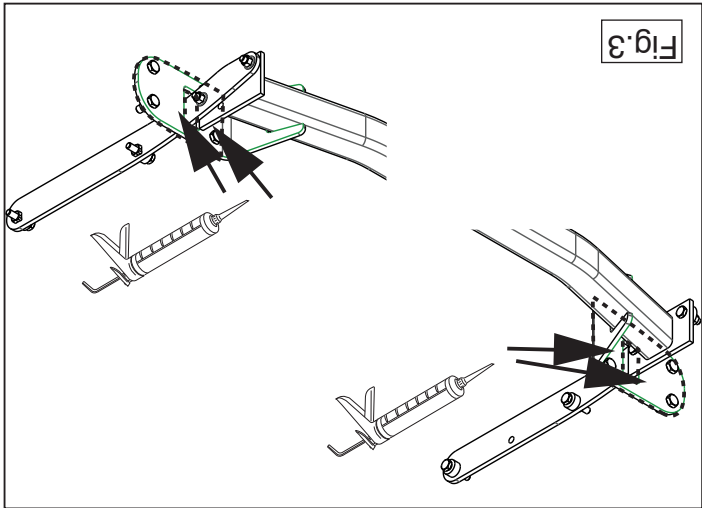

Fig.3
12. Seal the portions indicated (see fig. 3).
12. Kit de aangegeven delen af (zie fig. 3)
12. Die angegebenen Teile kitten (siehe Abb. 3).